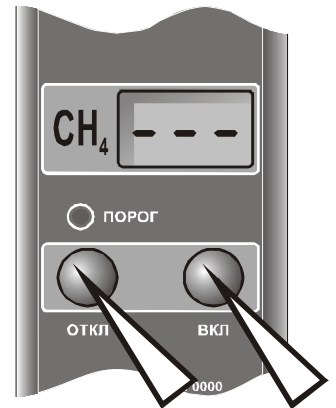

рисунок 2
- При нажатой кнопке "ОТКЛ" включить газоанализатор (рисунок 2). После появления на индикаторе надписи "0 - -" отпустить кнопки.